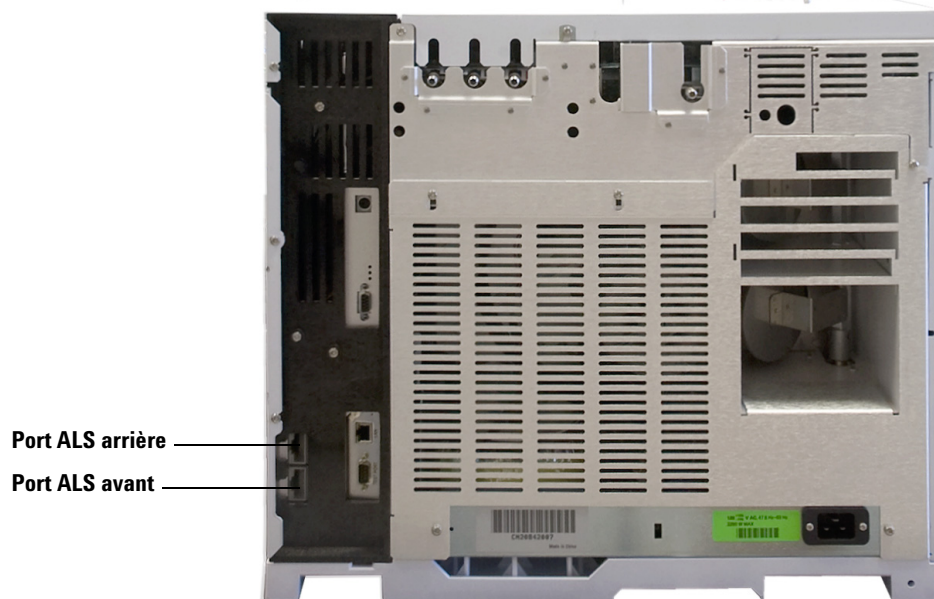
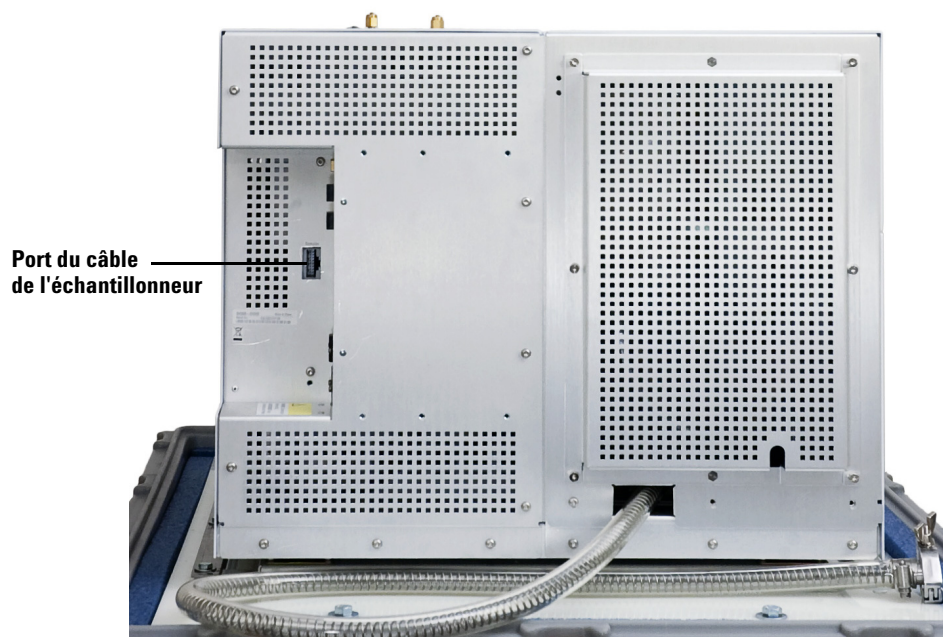

Figure 16 Ports ALS avant et arrière, à l'arrière d'un CPG 7820A
Figure 17 Port du câble de l'échantillonneur à l'arrière d'un LTM-CPG/DDM 5975T
- 2 Branchez le câble de transmission de l'ALS sur le port ALS avant ou arrière (CPG 7820A, Figure 16) ou sur le port de l'échantillonneur (LTM-CPG/DDM 5975T, Figure 17).